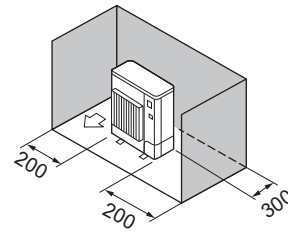

Fig. 2-9
(3) Hindringer kun bak og på sidene (Fig. 2-9)